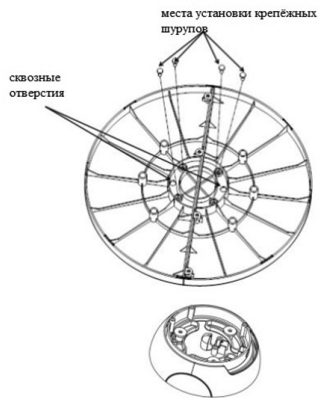

Рис. 2
- Используя 4 шурупа, прикрепите основание (1) к нижней части корпуса (2) (рис. 2).
- Установите вентилятор вертикально на основание (1).